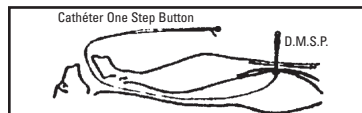

Figure 1
- Faire glisser le cathéter One Step Button sur le guide sortant de la bouche du patient (Figure 1).